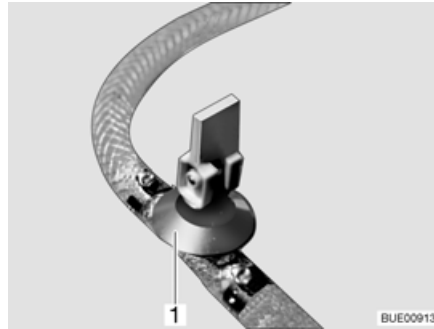

Bild 166 Ablasshahn (mit Kipphebel)
- Alle Ablasshähne schließen. Dazu den Kipphebel des Ablasshahns (Bild 166,1) waagrecht stellen.